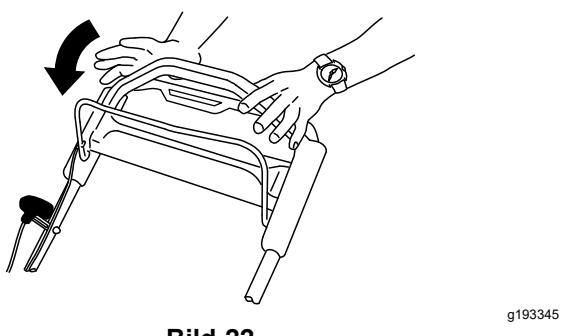

Bild 22
Lassen Sie den Schaltbügel los (Bild 22).
- Wenn die Heckauswurfklappe nicht eingesetzt ist, fassen Sie sie am Griff an, heben das Heckablenklech an und setzen den Heckauswurfkanal ein, bis der Riegel arretiert, siehe Bild 22.